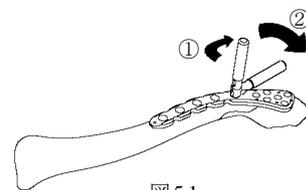

図 5-1
- 1) ①アダプタに接続されているホルダー部を持ち、プレートのロックリングスクリューホールにアダプタをねじ込み設置します。設置時にアダプタのケーブルホール向きをケーブルの巻き方向に調整します。②ホルダーはスナップさせることで取り外せます。(図 5-1)